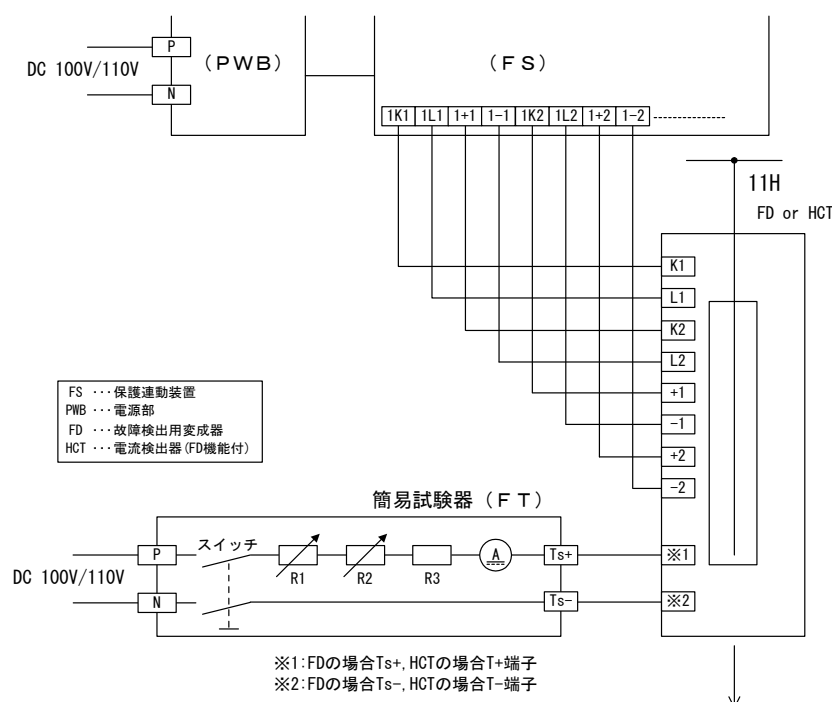

図 31. 動作試験回路
故障検出用変成器 (FD) および電流検出器 (HCT) には一次電流と等価な試験コイルを内蔵しており、一次電流 1000A あたり約 1A の直流電流を通電することで等価試験を行うことができます。図 31 に弊社製の簡易試験器 (FT) を使用した場合の等価試験回路を示します。
(2) 等価試験の試験手順
- ① 図 31 のように、FT の Ts+・Ts- 端子を FD の Ts+・Ts- 端子（または HCT の T+、T- 端子）に接続し、FT の P、N 端子を DC100V/110V に接続して下さい。
- ② 可変抵抗器 R1、R2 を左に回し FT の内部抵抗値を最大にした状態で、FT のスイッチを投入し、FS の動作を確認して下さい。
- ③ 不動作の場合はR1, R2 を右へ回して抵抗を減らして、再びスイッチを投入して、FS の動作を確認して下さい。
- ④ ③の操作を繰り返して動作限界点を求め、動作時の電流値を電流計(A)で確認します。この動作電流値が試験成績表に記載の電流値と比較して±10%以内ならば装置の動作感度は正常とみなします。
(3) 等価試験時の注意事項
- ① スwitchの切時間は5秒以上確保して下さい(切時間が短い場合は誤差が発生)。
- ② DC100V/110V 電源は十分に容量が大きい電源を使用して下さい(リップルやレスポンスの大きい電源および内部インピーダンスの大きい電源の場合は誤差が発生)。
- ③ スwitchの投入時間は、簡易試験器に内蔵されている抵抗器の熱的な面から長い時間の通電をさげ、メータの読取りが終わったらすみやかに切して下さい。投入時間は長くても5秒以内とし、切時間は5秒以上確保して下さい。